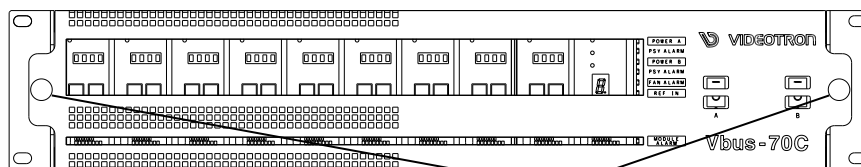

図 4-1 前面 (1)
- (1) 前面パネルを取り外します。
・前面パネル固定用ネジ図 4-1 (1)を十分に緩め、前面パネルをゆっくり手前に引いてカバーを取り外します。